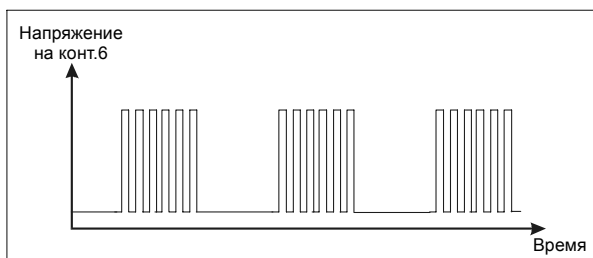

Рис.3.
2) С помощью осциллографа контролируем сигналы на выходе управляющей микросхемы преобразователя UC3842 (контакт 6). На выходе микросхемы при включении наблюдаются периодические пачки импульсов (рис.3). Поэтому силовой транзистор, которым управляет эта микросхема, запускается и выключается в соответствии с данными сигналами. Такая форма выходных сигналов микросхемы соответствует периодическому включению и выключению микросхемы.